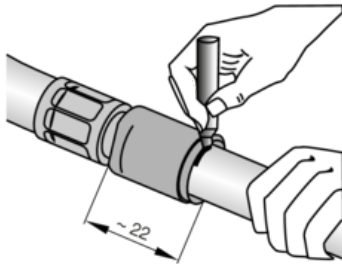

Abb. 5: Einstecktiefe markieren
- Die Einstecktiefe (~ 22 mm) ist auf dem Rohr zu markieren Abb. 5.